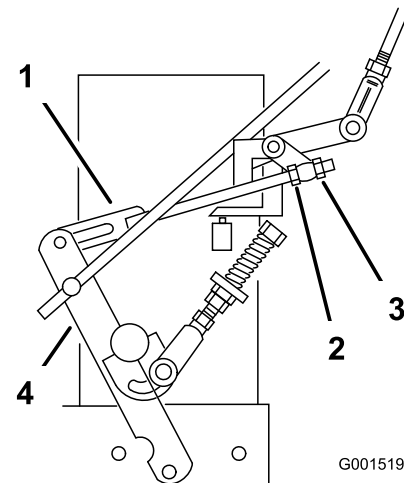

Figura 33
8. Afloje la tuerca de ajuste delantera del acoplamiento izquierdo del control hidráulico (Figura 33).
9. Gire la tuerca de ajuste izquierda trasera en sentido antihorario hasta que la rueda gire hacia adelante (Figura 33).
10. Gire la tuerca de ajuste trasera en sentido horario, $\frac{1}{4}$ de vuelta a la vez. Luego mueva la palanca de control de velocidad a la posición de HACIA ADELANTE y otra vez a la posición de PUNTO MUERTO. Repita esto hasta que la rueda izquierda deje de girar hacia adelante (Figura 33).